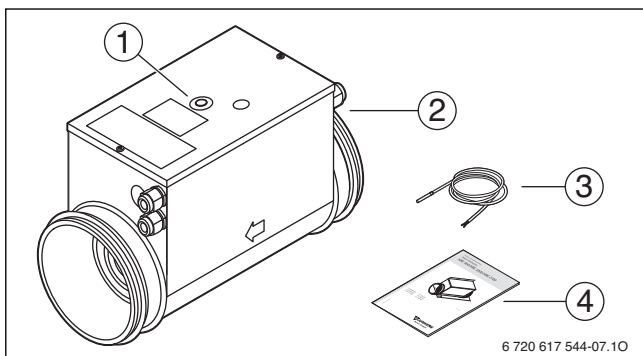

Bild 2
- Nach Beseitigen der Störung den Überhitzungsschutz am Reset-Knopf auf dem Deckel des Heizregisters zurückstellen (→ Bild 2, [1]).